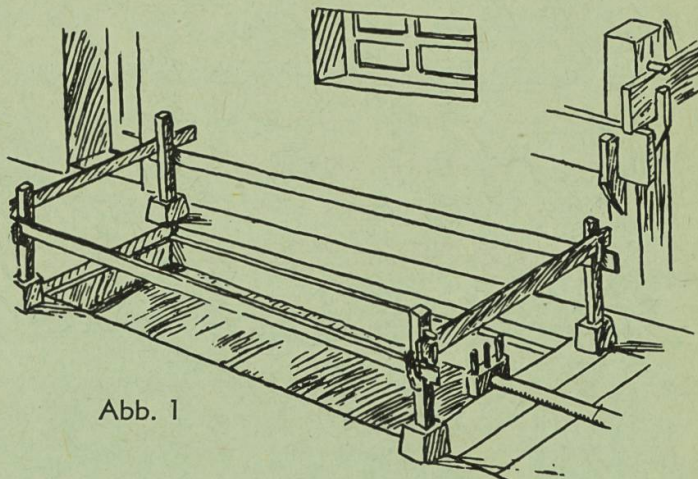

Abb. 1
- Wenn dies nicht möglich ist, so muss die Grubenöffnung bei **jedem Weggehen geschlossen** werden. Eine andere Lösung bildet die Umschrankung der Grube (Abb. 1). Sie bietet allerdings nicht volle Gewähr, dass Kinder nicht doch hineinfallen können.